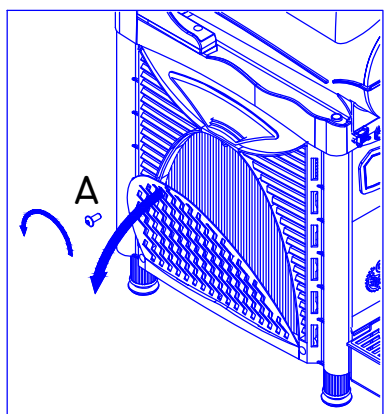

Fig. 26
Retire el panel de acero inoxidable del lado izquierdo de la máquina, desenroscando el pomo (A). (Fig. 26)